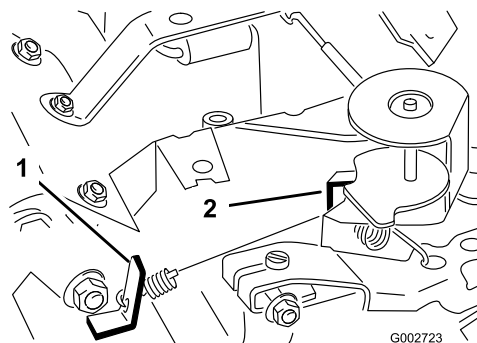

Figura 38
3. Piegate la linguetta di ancoraggio della molla regolata alla minima (Figura 38) per ottenere una minima di 1725 ± 50 giri/min. Controllate la velocità con un tachimetro.
5. Mettete il comando dell'acceleratore in posizione Fast. Piegate la linguetta di ancoraggio della molla della massima (Figura 38) per ottenere una velocità massima di 3400 ± 50 giri/min.